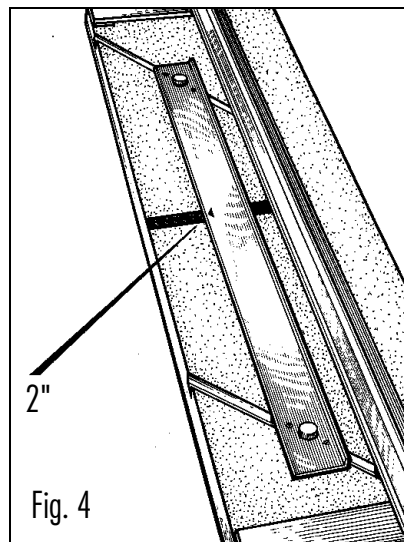

Fig. 4
- 1 Adjust matguide to border width and tighten knobs. (Fig. 4)
- 4 Draw line using a pencil. Repeat three times. (Fig. 4)
- 4 Mit Bleistift Hilfslinien ziehen. Diesen Vorgang für alle Seiten wiederholen (Fig. 4)
- 4 Trace una línea con un lápiz. Repita este procedimiento tres veces (Fig. 4).